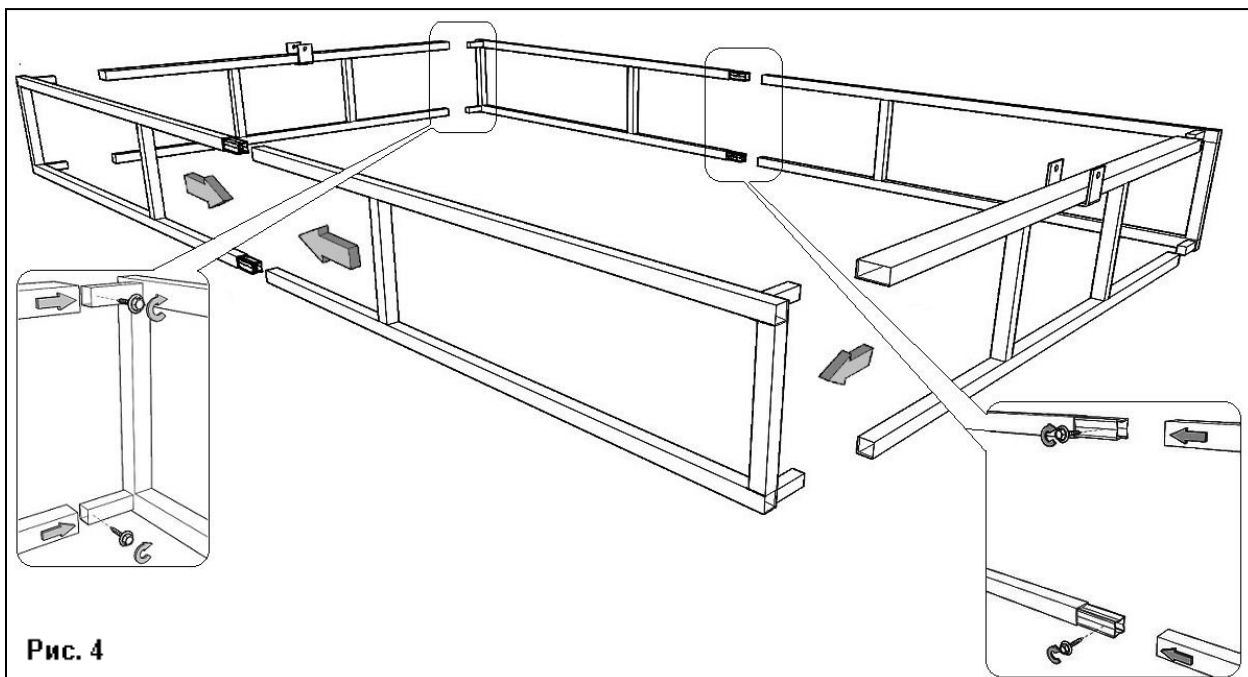

Рис. 4
1. Соберите основание, как показано на рис. 4. Для фиксации стыков в местах соединения деталей необходимо закрутить кровельные саморезы 4,8x19 мм с внутренней стороны основания.